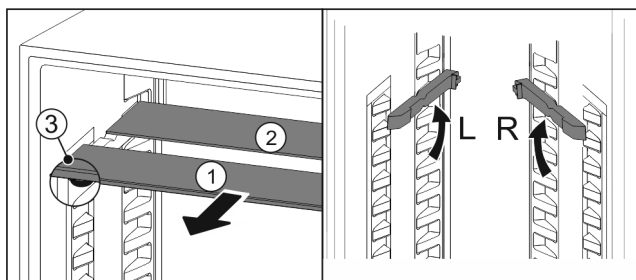

Fig. 100
- ▶ Skleněné desky jednotlivě vytáhněte dopředu Fig. 100 (1).
- ▷ Skleněná deska Fig. 100 (1) s ozdobnou lištou leží vpředu.
- ▷ Záračky Fig. 100 (3) směřují dolů.